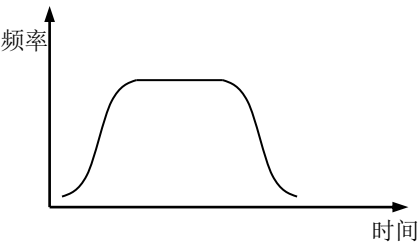

图 6-21 曲线加减速
- 曲线加减速，S 曲线加、减速主要是为加、减速过程需要减缓噪声与振动、减小起停冲击的负载而提供的，如图 6-21 所示